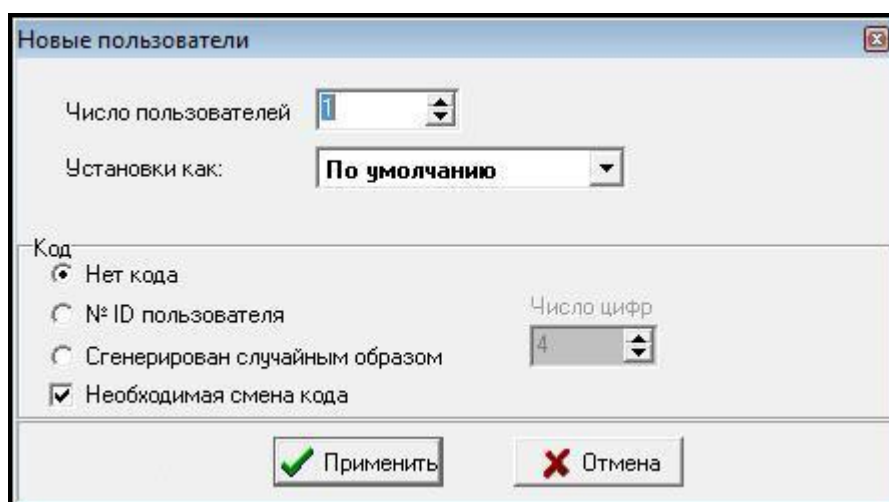

Рис. 25. Окно добавления новых пользователей.
2. Щелкните по кнопке ДОБАВИТЬ ПОЛЬЗОВАТЕЛЯ. Откроется окно НОВЫЕ ПОЛЬЗОВАТЕЛИ (см.: рис. 25).
7. После определения установок группы можно назначить в нее пользователей. Ранее созданных пользователей можно назначить в группу, например, методом перетаскивания (drag-and-drop). Новые пользователи будут назначены в выбранную группу, если в окне **НОВЫЕ ПОЛЬЗОВАТЕЛИ** в поле **УСТАНОВКИ КАК:** будет выбрана именно эта группа (см.: **ДОБАВЛЕНИЕ НОВЫХ ПОЛЬЗОВАТЕЛЕЙ С ПОМОЩЬЮ ACCO-SOFT-LT** и рис. 25).